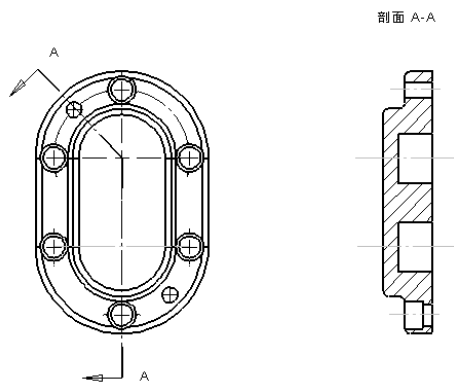

图 8-98 绘制中心线
**05** 绘制中心线。单击“草图”工具栏中的“中心线”图标按钮，在主视图中绘制中心线，如图 8-98 所示。